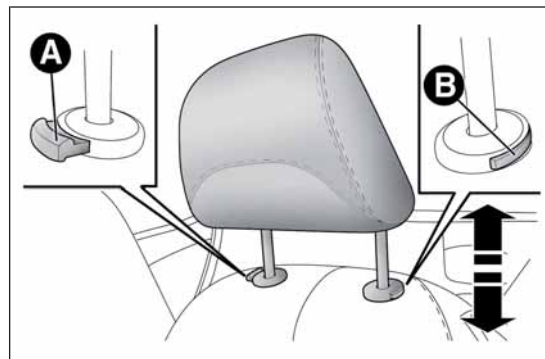

РИС. 25
- Нижнее положение: нажмите кнопку A РИС. 25 и опустите подголовник.
- нажмите кнопки А и В РИС. 25 и снимите подголовники, потянув их вверх.